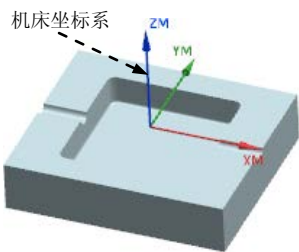

图 10.3 创建机床坐标系
Step2. 单击“CSYS”对话框 **操控器** 区域中的“操控器”按钮 , 系统弹出“点”对话框, 在“点”对话框的 **Z** 文本框中输入值 0.0, 单击 **确定** 按钮, 此时系统返回至“CSYS”对话框, 在该对话框中单击 **确定** 按钮, 完成图 10.3 所示机床坐标系的创建。